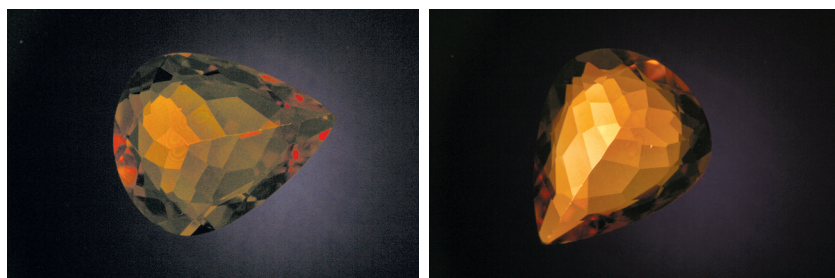

図1. 左側の宝石は暗く見えますが、回転させると明るく見えます（右）。
複屈折性 (DR) または変則的な複屈折性 (ADR) : 90度回転させる毎に交互に明るくなったり暗くなったりする（図1参照）場合、その宝石は複屈折性であるか、もしくは変則的な複屈折性を示す単屈折性であると考えられます。複屈折性であることを確認するには、宝石が最も明るく見える位置までサンプルプレートを回転させ、次にアナライザを回転させて明暗を切り替えます。アナライザを回転させても宝石の明るさが変化しないか暗くなって見える場合、その宝石は複屈折性です。アナライザを回転させるにつれ宝石がより明るく見える場合、その宝石は内部のひずみによる変則的な複屈折性を示す単屈折性です。